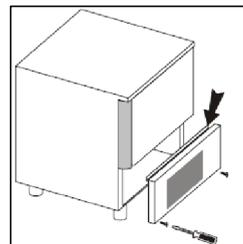

Fig.6
- * Retire o painel perfurado cuidadosamente com uma chave phillips.(Fig.6)